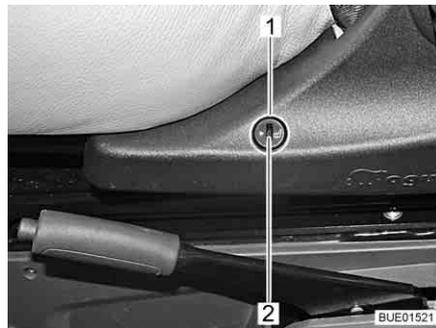

Bild 24 Schalter Sitzheizung
- Untere Hälfte des Schalters (Bild 24, 1) an der linken Seite der Sitzkonsole drücken.
- Um geringere Heizleistung einzustellen, Einstellrad (Bild 24,2) in Richtung "0" drehen.
- Um höhere Heizleistung einzustellen, Einstellrad (Bild 24,2) in Richtung "5" drehen.
- Obere Hälfte des Schalters (Bild 24, 1) an der linken Seite der Sitzkonsole drücken.